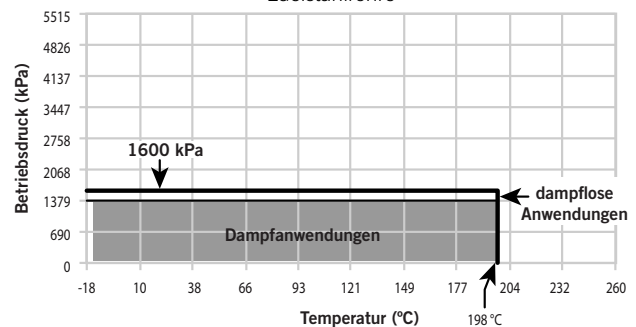

Abbildung 2: Kohlenstoffstahlrohre gemäß EN 10216-1 P235TR1
- Für dampflose Anwendungen mit dünnwandigen Kohlenstoffstahlrohren gemäß EN 10216-1 P235TR1 sind Verbindungen, an denen die Kupplung vom Typ 870 verwendet wird, je nach maximaler Systemtemperatur für Betriebsdrücke von Hochvakuum (29,9 Zoll Hg/760 mm Hg) bis zu 232 psi/1600 kPa/16 bar geeignet. Siehe Abbildung 2 für spezifische Druck-/Temperaturwerte.